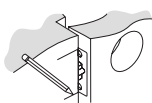

Figura 4a
- Marque el agujero central en el borde del quicio al mismo nivel que el centro del pestillo de la cerradura en el borde de la puerta. (Figura 4a).